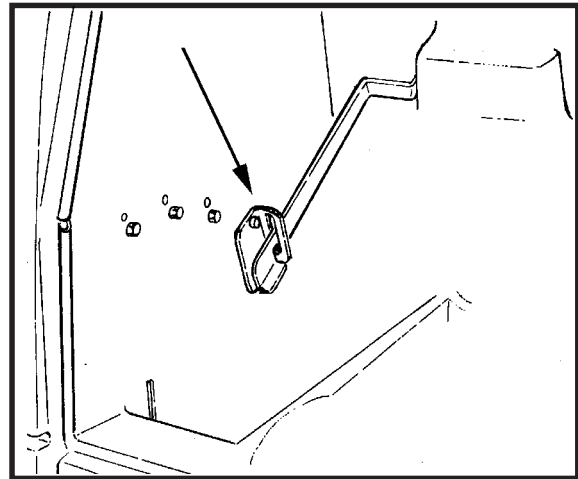

Abb. 7
1. Zur Überprüfung der Batterien klappen Sie den Schmutzwassertank nach oben und verriegeln Sie die Arretierung, um den Tankbehälter oben zu halten. Siehe Abb.7.